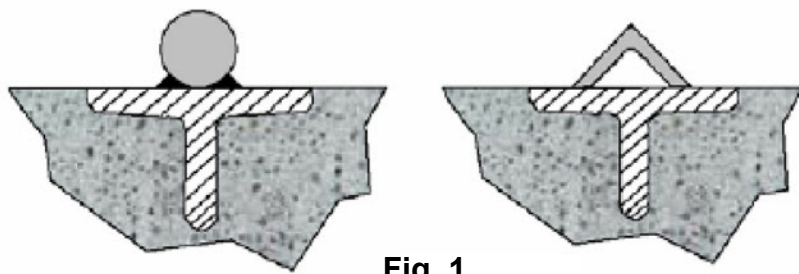
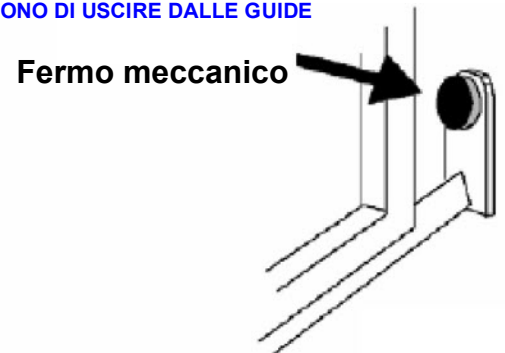

Fig. 1
Fig. 2
- Prima di procedere al montaggio dell'automatismo, si verifichi che il cancello sia perfettamente funzionante, Inoltre, è opportuno verificare che la guida di scorrimento a terra (**V. Fig. 1**) non presenti malformazioni, che sia perfettamente a livello e che sia presente il fermo meccanico in apertura (**V. Fig. 2**) al fine di evitare che il cancello esca fuori dalle guide superiori (**V. Fig. 3**)